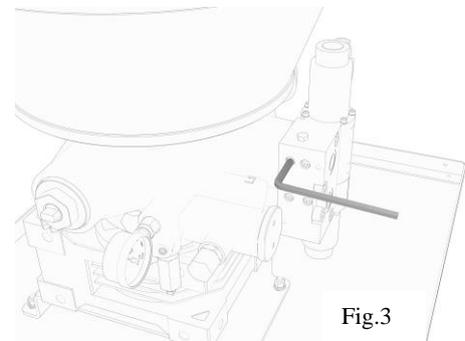

Fig.3
- Открутить четыре крепежных винта инвертора (рис. 3).